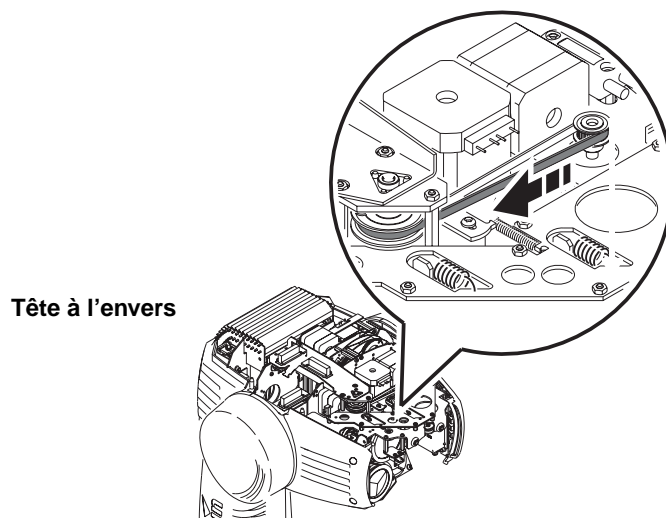

Figure 16: Déplacement de la lentille de net vers l'avant
5. Retournez la tête et avancez la lentille de net au plus loin vers l'avant en entraînant sa courroie comme indiqué en Figure 16.